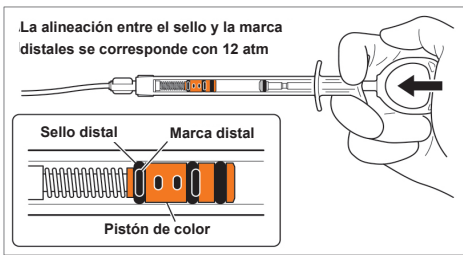

Figura 5. Alineación entre el sello y la marca distales
- d. Lleve a cabo un inflado de prueba. Para ello, suelte la varilla del émbolo hasta que el sello negro del pistón naranja esté alineado con la marca negra de la jeringa de inflado (consulte la figura 5). Si el sello y la marca negra no están alineados, desconecte la jeringa de inflado y la línea de extensión y repita el proceso de preparación.
- a. Suelte lentamente la varilla del émbolo de la jeringa de inflado para inflar el globo. La presión debe aumentar lentamente (3-5 segundos) hasta que el pistón naranja llegue abajo (el sello negro distal del pistón llega a la marca negra distal de la jeringa de inflado; consulte la figura 5). Si no se alinean, desinfe el globo, retire el dispositivo XprESS y realice un inflado de prueba (como se describe en los puntos 2.d y 2.e de la sección “Preparación del sistema”). La alineación de la marca y del sello distales garantizará que se alcance la presión de 12 atm.